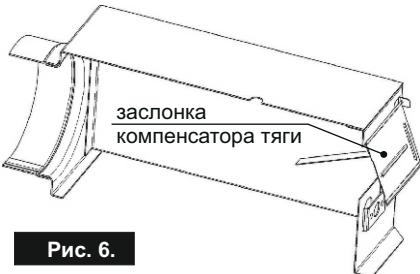

Рис. 6.
- убедитесь в том, что заслонка компенсатора тяги (рис.6) имеет свободный ход (должно наблюдаться свободное качание заслонки). Притянута плотно к плоскости газохода заслонка является показателем достаточной тяги для работы котла.